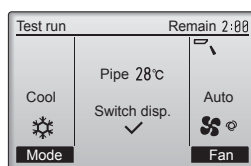

Fig. 8-3
- (1) Tryck på [F1] när du vill växla funktionsläge. (Fig. 8-3)